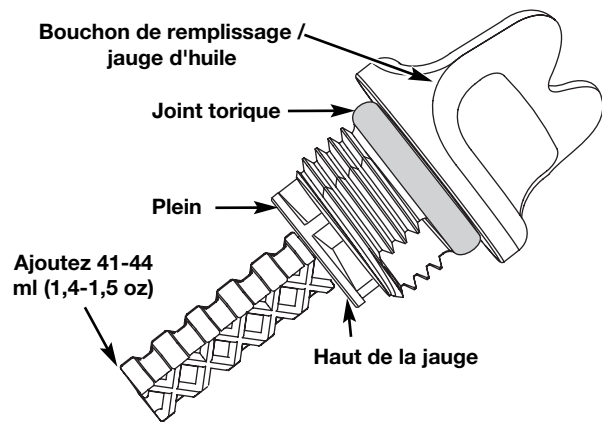

Fig. 19
5. Retirez le bouchon de remplissage / jauge d'huile et vérifiez le niveau d'huile. L'huile devrait atteindre le haut de la jauge (Fig. 19).